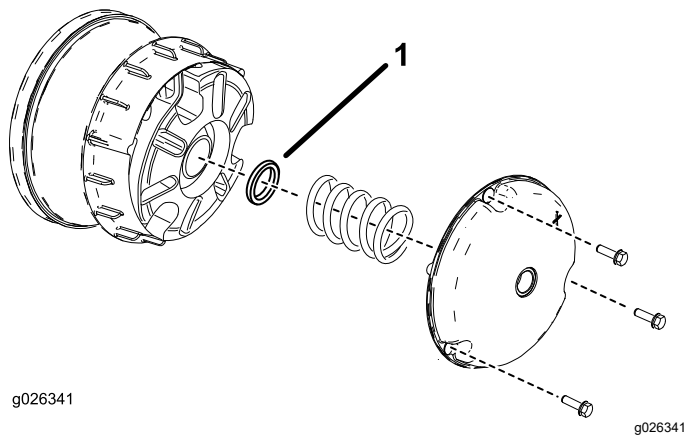

Figure 59
- Retirez les boulons qui fixent le couvercle de l'embrayage primaire, comme montré à la Figure 59.